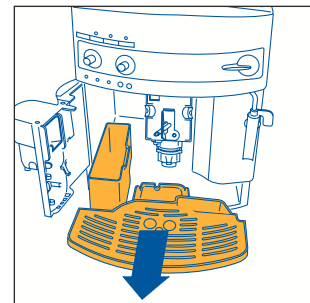

Abb. 16
HINWEIS 7: Die Kaffeemaschine zählt die Anzahl der ausgegebenen Kaffees. Alle 14 einzeln (oder 7 paarweise) zubereitete Kaffees, leuchtet die Kontrollanzeige  konstant auf (siehe Kap. 12 Punkt 3), um anzuzeigen, dass der Kaffeesatzbehälter voll ist und entleert sowie gereinigt werden muss. Solange der Kaffeesatzbehälter nicht gereinigt wird, bleibt die Kontrollanzeige eingeschaltet, und es kann kein Kaffee zubereitet werden. Zur Reinigung, die Serviceklappe durch Ziehen am entsprechenden Griff auf der Vorderseite öffnen (Abb. 15); daraufhin schaltet sich die blinkende Kontrollanzeige  ein (siehe Abschn. 12 Punkt 9); dann die Abtropfschale entnehmen (Abb. 16) und reinigen. Entleeren und reinigen Sie sorgfältig den Kaffeesatzbehälter, wobei darauf zu achten ist, dass alle sich auf dem Boden abgelagerten Rückstände beseitigt werden. Trocknen Sie zudem die eventuell in der Maschine unter der Abtropfschale sich angesammelten Kondenswassertropfen ab.
- Die Abtropfschale und den Kaffeesatzbehälter entnehmen (Abb. 16) und reinigen;